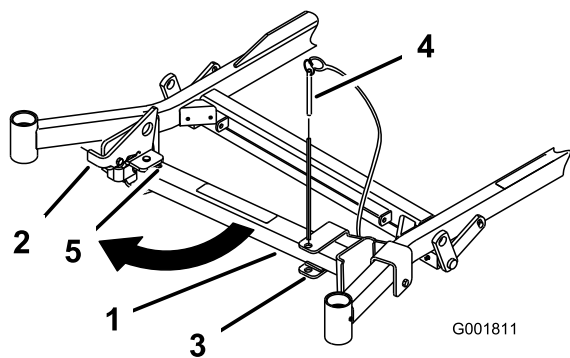
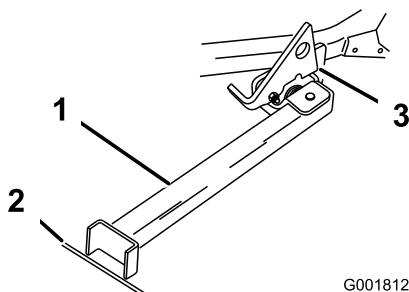

Figura 33
Figura 34
2. Retire el pasador del soporte (Figura 33).
- Levante el enganche. Gire el pie del soporte hacia adelante, y deslice el soporte hacia la máquina, hasta que encaje en la parte de abajo de la ranura (Figura 33 y Figura 34).
- Ponga el pie del soporte en el suelo con el enganche descansando sobre la pestaña de giro (Figura 34).
Nota: Para obtener los mejores resultados, coloque el pie del soporte en una ranura de la acera o en el césped (Figura 34).
- Conduzca la máquina sobre el soporte. Pare cuando el enganche caiga por encima de la pestaña a la posición bloqueada (Figura 34). Una vez que esté sobre el soporte, ponga el freno de estacionamiento y apague el motor.
- Ponga el soporte de nuevo en su posición de descanso (Figura 33).